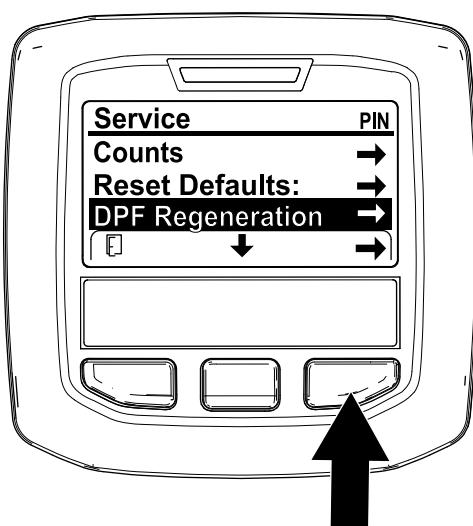

Figure 40
- Ouvrez le menu Entretien, puis appuyez sur le bouton central pour naviguer jusqu'à l'option RÉGÉNÉRATION DU FAP (Figure 40).
- Appuyez sur le bouton droit pour sélectionner l'option Régénération du FAP (Figure 40).